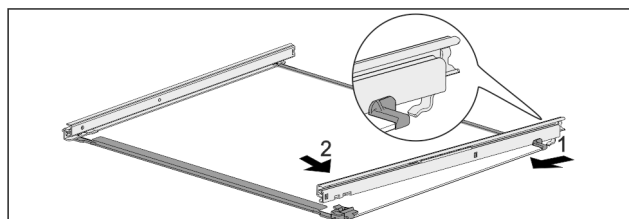

Fig. 45 Skleněná deska s kolejničkami
- ▶ Zahákněte kolejničku vzadu. Fig. 45 (1)
- ▶ Zaklapněte kolejničku vpředu. Fig. 45 (2)